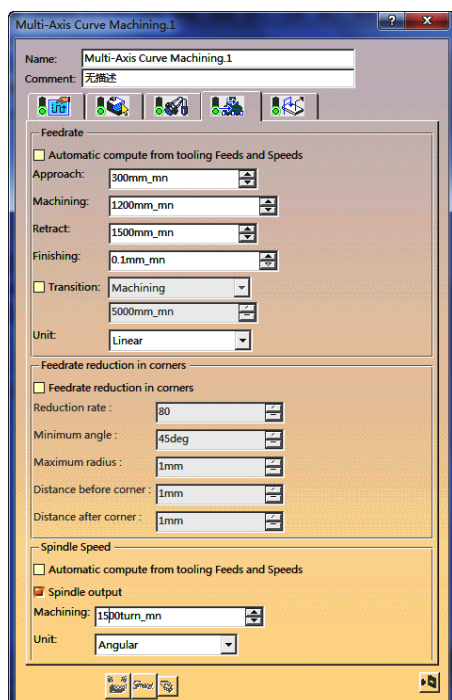

图 4-73 进给率参数选项卡 (3)
4) 定义进给率。单击“Multi-Axis Curve Machining.1”对话框中的, 切换到进给率参数选项卡 (3), 如图 4-73 所示。